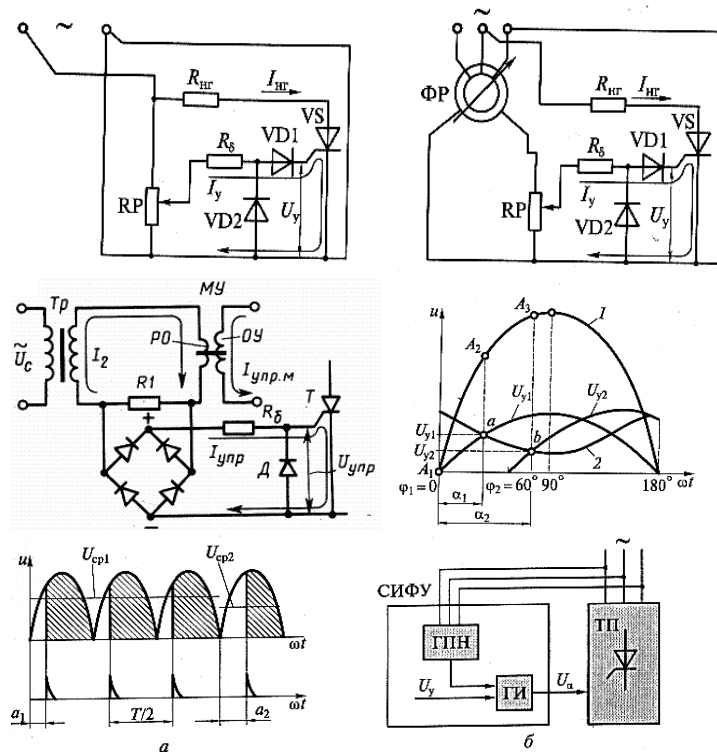

Рис. 1
1. Указать способы управления тиристорами (рис. 1), объяснить работу различных схем, достоинства и недостатки данного способа управления тиристором, применение в ЭП.